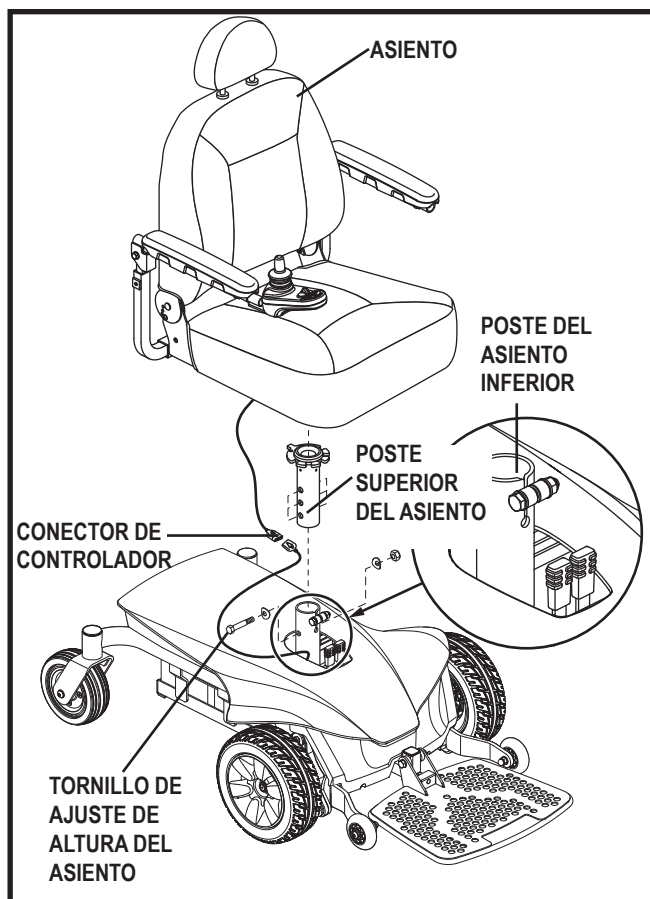

Figura 11. Ajuste de la altura del asiento
3. Desconecte el conector del controlador de la base de energía. **Ver la Figura 11.**
5. Afloje el hardware en la parte delantera del puesto del asiento. **Ver la Figura 11.**
6. Retire el perno de ajuste de la altura del asiento, las arandelas y las tuercas del poste del asiento. **Ver la Figura 11.**